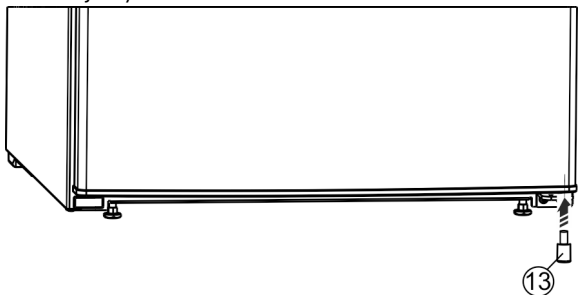

Fig. 26 \*
- ▶ Distanční vložku Fig. 26 (13) opět vsadte vpravo dole do dveří; je důležitá pro stabilitu přístroje.\*